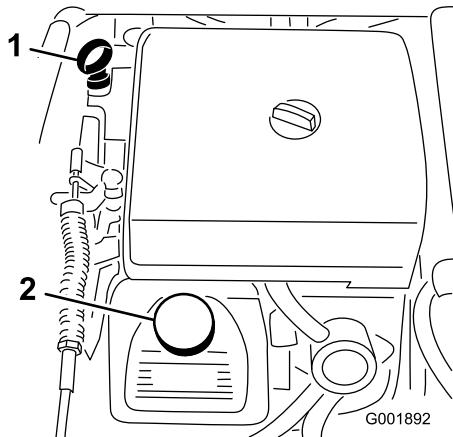

Figura 20
2. Togliete l'asta di livello ed asciugatela con un panno pulito (Figura 20). Inserite l'asta nel tubo e verificate che sia inserita a fondo. Rimuovete l'asta e controllate il livello dell'olio.
3. Se l'olio è insufficiente, togliete il tappo di rifornimento dal coprivalvola (Figura 20) e versate l'olio nel foro finché non raggiunge il segno di pieno (Full) sull'asta; il tipo di olio e la viscosità adatti sono riportati nella sezione Manutenzione dell'olio motore, Manutenzione del motore , pagina 42. Versate l'olio lentamente, controllando spesso il livello durante questa operazione. Non riempite troppo.